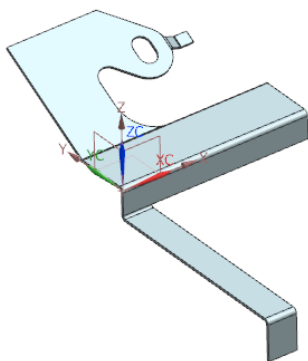

图 4-130 创建弯边特征 3
(8) 在“弯边”对话框中，单击 **确定** 按钮，创建弯边特征 5，如图 4-130 所示。